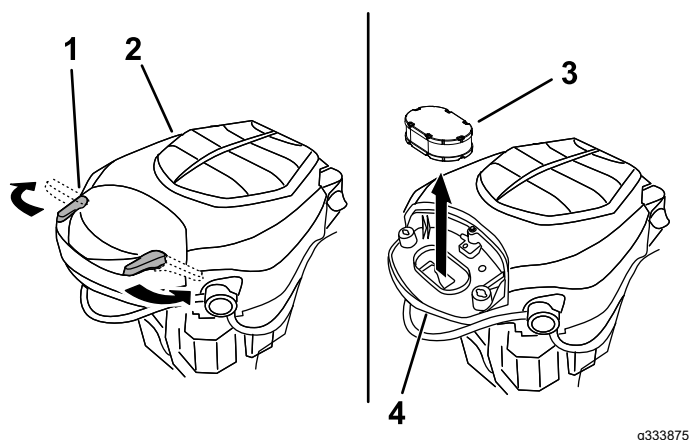

Bild 38
3. Setzen Sie die Abdeckung auf und arretieren Sie diese mit den Verriegelungen (Bild 38).